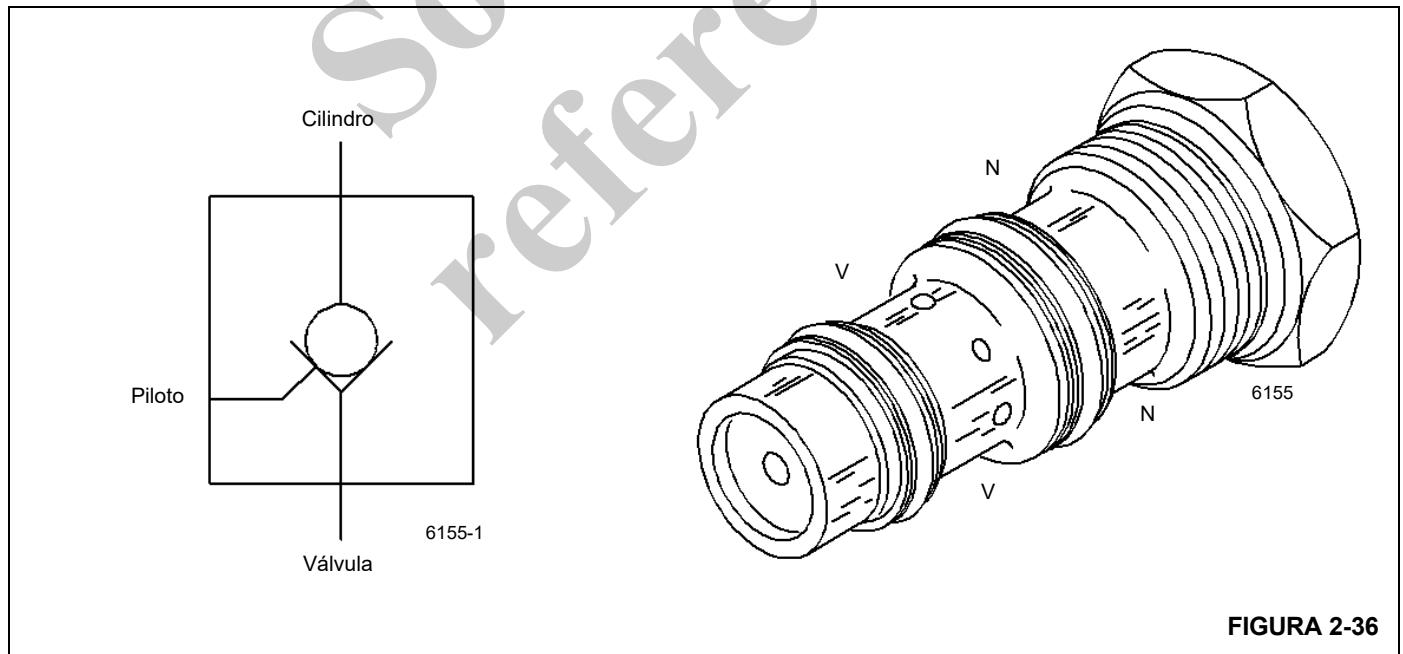

FIGURA 2-36
Una válvula de retención activada por piloto (PO) se encuentra en cada bloque de lumbreras del cilindro de gato de estabilizador (Figura 2-36). La válvula de retención funciona como una válvula de tope para el cilindro de gato. El flujo de aceite se dirige de la lumbrera "V" a las lumbreras "C", mientras se impide el flujo en el sentido opuesto. El flujo se invierte de "C" a "V" cuando el aceite de presión piloto se aplica a la lumbrera "V" del lado opuesto.